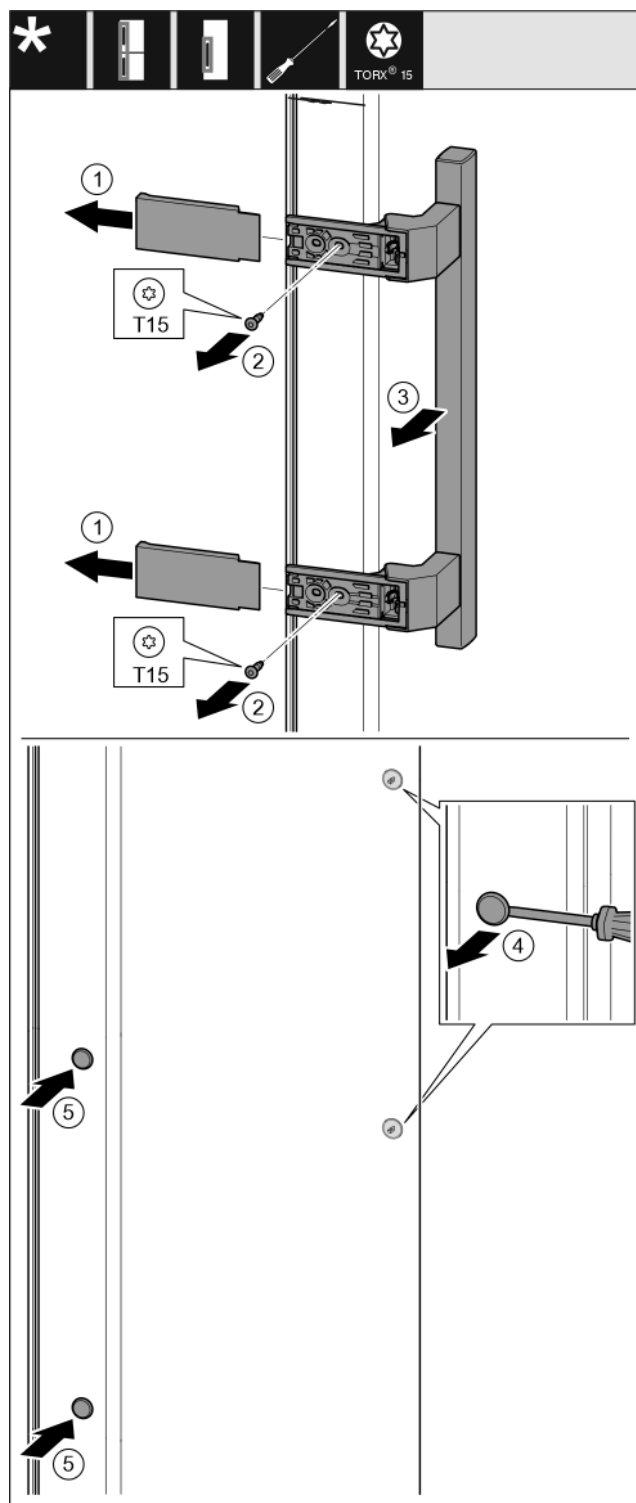

Fig. 14
- Снимите крышку. Fig. 14 (1)
- Выкрутите винты отверткой Torx 15. Fig. 14 (2)
- Снимите ручку. Fig. 14 (3)
- Осторожно поднимите шлицевой отверткой боковые заглушки и извлеките их. Fig. 14 (4)
- Снова вставьте заглушки с другой стороны. Fig. 14 (5)